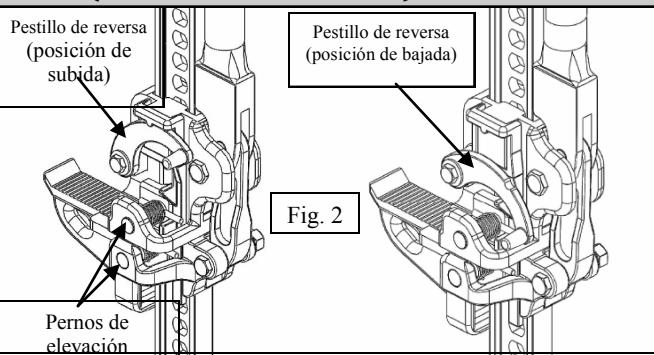

Fig. 2
- Cambie el pestillo de reversa a la posición de bajada (ver Fig. 2).